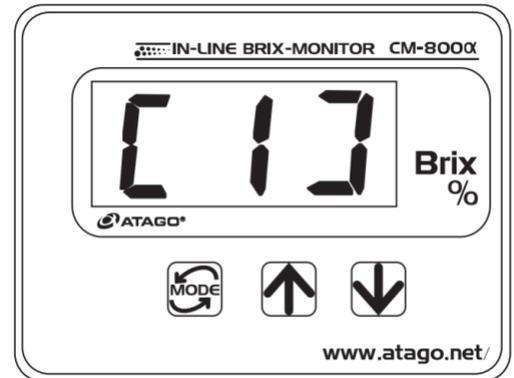

Fig.12-1
Une fois [0] affiché, appuyez une fois sur la touche  pour afficher [1] (Fig.12-1).
⑥ Appuyer sur  pour valider le réglage et l'affichage revient à [1] (Fig.12-1).
⑦ À chaque pression sur , l'élément de menu Affiché change dans l'ordre suivant : [2], [3], [4], [5], et Brix(%).